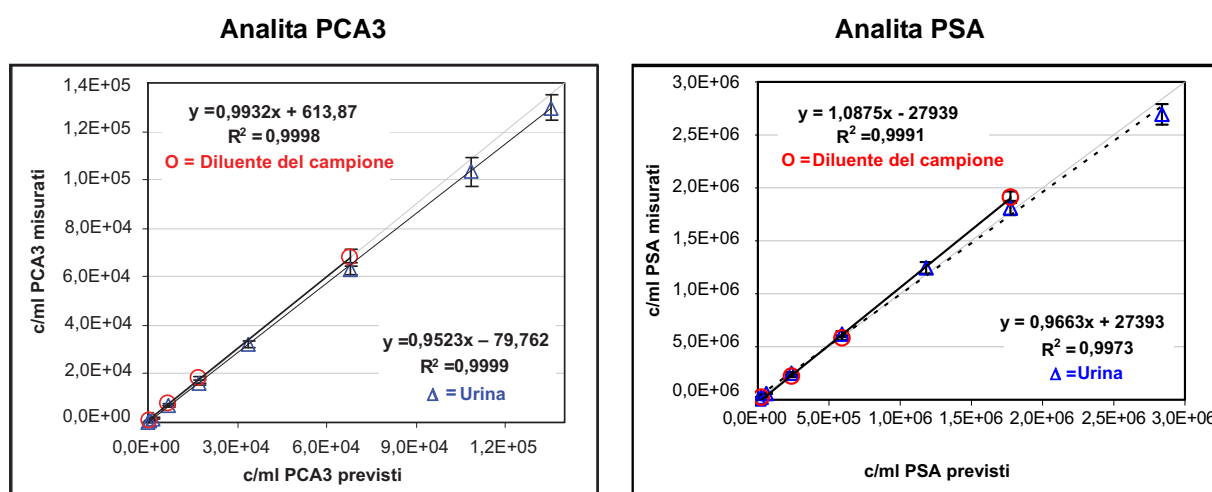

Figura 4. Linearità del PROGENSA PCA3 Assay per gli analiti PCA3 e PSA
L'intervallo lineare del PROGENSA PCA3 Assay è stato determinato secondo CLSI EP6-A (2003) (8) in base all'analisi di regressione lineare (minimi quadrati). Due gruppi di serie di diluizioni sono stati preparati partendo da campioni contenenti alte concentrazioni di RNA di PCA3 e PSA. Un gruppo è stato diluito in urina femminile trattata ed un gruppo in diluente del campione. Le diluizioni coprivano l'intero intervallo del dosaggio compreso fra i calibratori positivi più bassi e più alti per ciascun analita. Per entrambi gli analiti PCA3 e PSA, i risultati misurati dal dosaggio hanno mostrato una relazione proporzionale diretta fra le diluizioni analizzate ed i valori di c/ml di analita refertati. Non si è riscontrato un significativo effetto matrice del diluente. Vedere Figura 4.